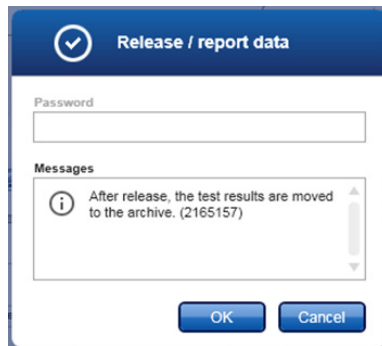

Figura 17. Cuadro de diálogo "Release/report data" (Desbloquear/crear informe de datos).
12. Haga clic en "Release/report data" (Desbloquear/crear informe de datos). Aparecerá el cuadro de diálogo "Release/report data" (Desbloquear/crear informe de datos), como se muestra en la Figura 17.